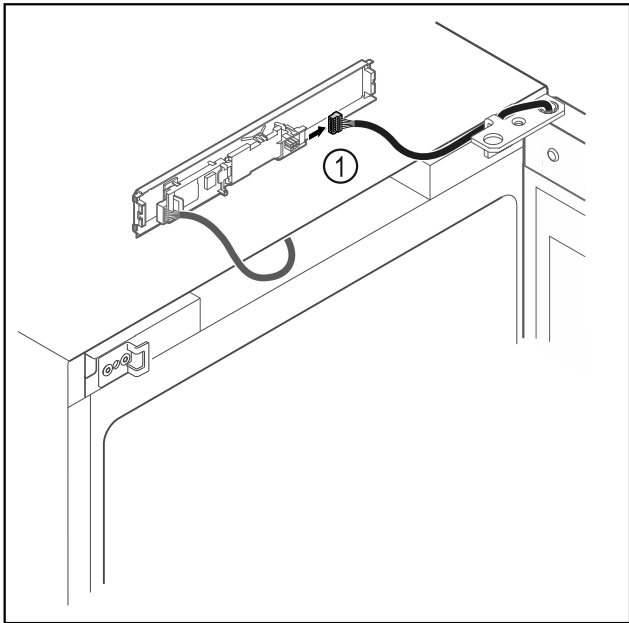

Fig. 20
- ▶ Отсоедините штекер *Fig. 20 (1)* от панели.